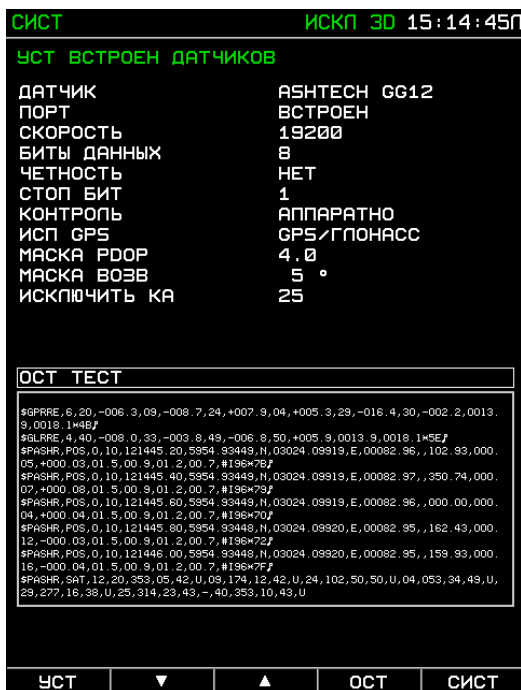
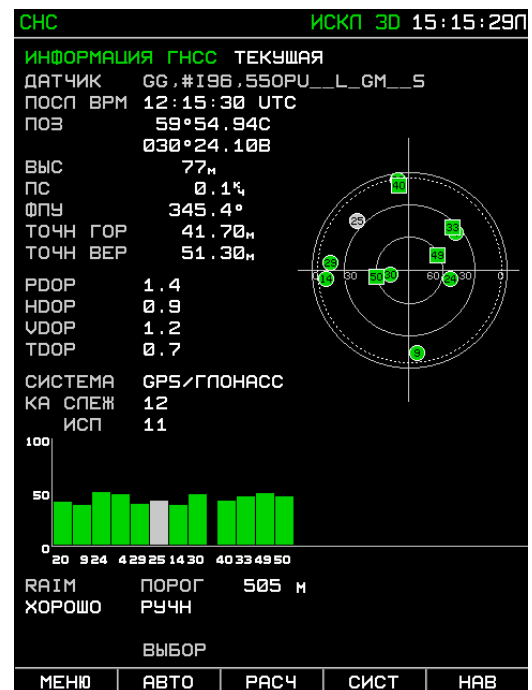

Рис. 30. Вид дисплея при тестировании приёмоизмерителя и канала связи с ним
Рис. 31. Вид дисплея при исключении из расчетов данных спутника № 25
8. Исключение спутников из расчетов произойдет *только после сохранения значений установок*, для этого необходимо выбрать манипулятором курсора строку СОХР И ТЕСТ. Значение кнопки СМЕНА изменяется на ТЕСТ. Нажать кнопку ТЕСТ и наблюдать в нижней части дисплея команды обмена изделия со встроенным приёмоизмерителем СНС (рис.30). Через 20..30 секунд остановить тестирование приёмоизмерителя и канала связи с ним - нажать кнопку ОСТ. Индикация исключения из расчетов спутника отображается в основных режимах символом ИСКЛ (рис.31).
2. Выбрать активным маркером строку установки маски возвышения – МАСК ВОЗВ (Рис. 30, значение по умолчанию -  $5^0$ ).